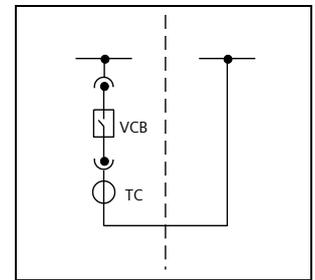

Fig. 9
1.2.7.2 Painéis seccionadores de barramento (Fig. 9)